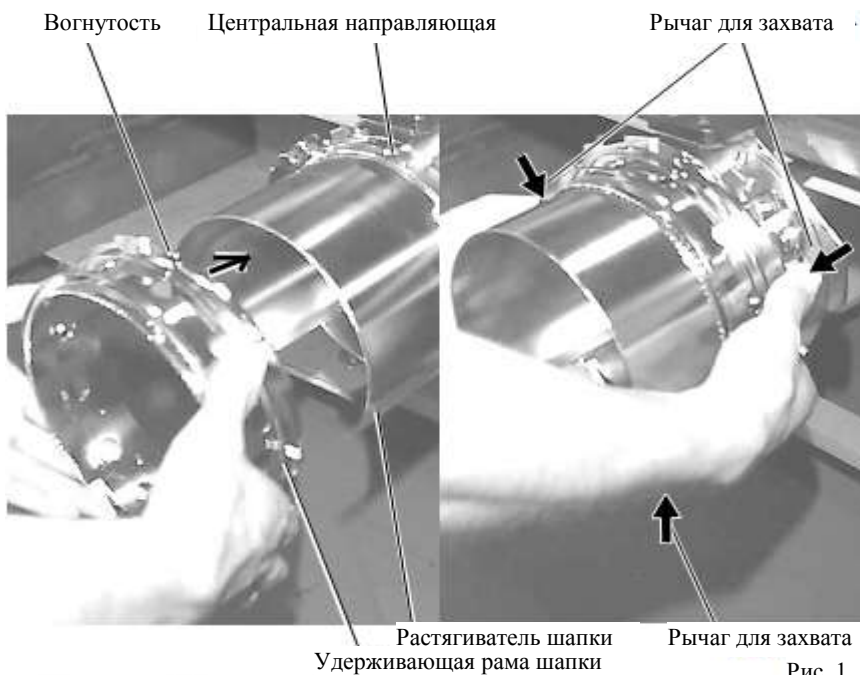

Рис. 1
1. Настройте положение зажимающего держателя на высоту шапки (Рис. 1). Настройте высоту, удаляя внутренние винты слева и справа.
1. Задайте длину захвата для шапок согласно толщине материала. В этот момент, крючок должен легко открываться и закрываться. Регулирование описано на следующей странице, “Крепление шапок обручем”, 1 – 5. Регулирование выполняется двумя настроечными винтами (Рис. 1).
2. Как показано на Рис. 1, за удерживающую раму нужно взяться обеими руками и установить ее на растягиватель. Надавив рычаги для захвата пальцами в трех местах (указано стрелками), расположите удерживающую раму для шапок так, чтобы центральная направляющая растягивателя попала на вогнутую область верхней удерживающей рамы для шапок.